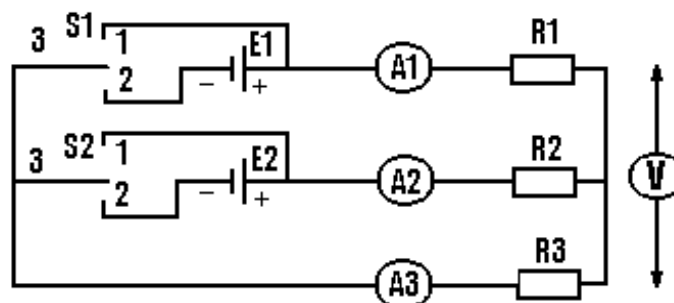

Рисунок 3 – Электрическая схема
3.2 Собрать электрическую схему цепи (Рисунок 3).